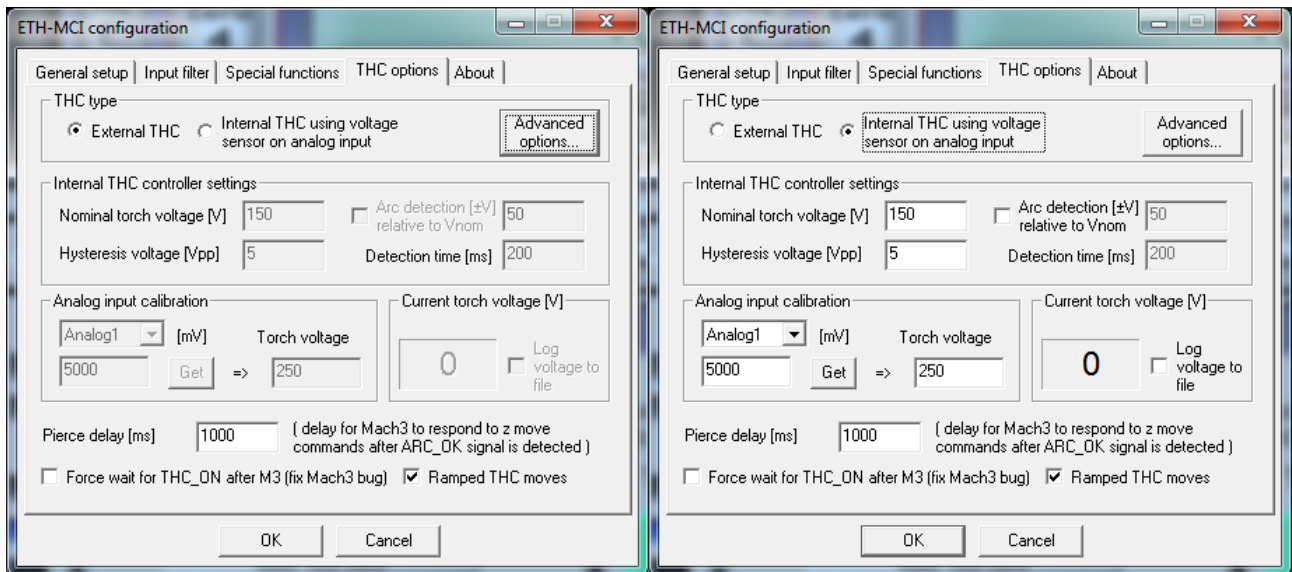

图 5.4 THC 选项选项卡
- External THC Up/Down control / 外部 THC 升降控制 (图 5.4 左),
- Internal THC control / 内部 THC 控制 (图 5.4 右).